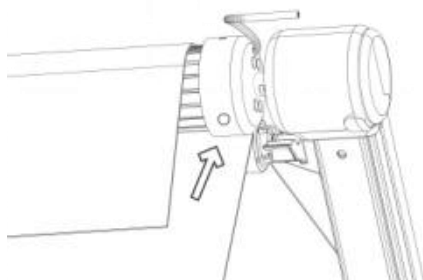
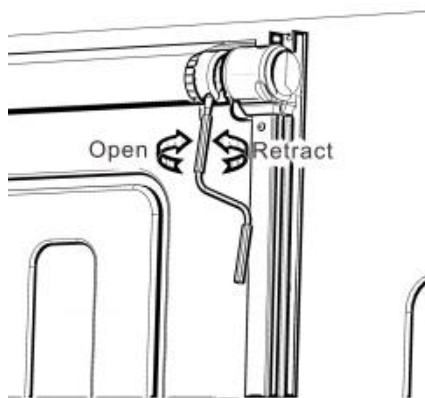

Figure D6
Figure D7
4.4 El motor del toldo dispone de un orificio para joystick manual. (Figura D6) En caso de un corte de energía o mal funcionamiento, retire la tapa decorativa de la cubierta del extremo, inserte la manivela de respaldo y gírela para extender o retraer el toldo . (Figura D7)